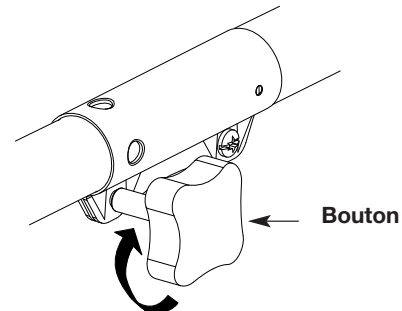

Fig. 3
3. Serrez le bouton en le tournant à droite (Fig. 3).